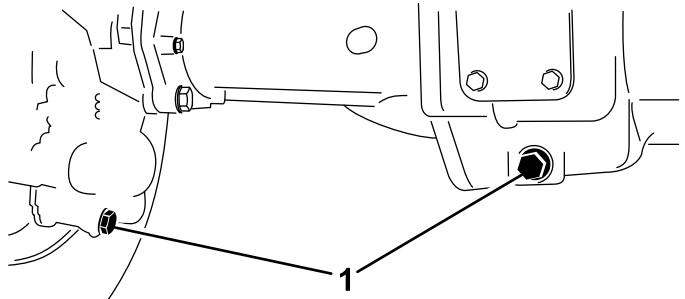

図 66
2. ドレンプラグ **図 66** 左右端に個と中央に個、全部で3個あるの周辺をきれいに拭く。